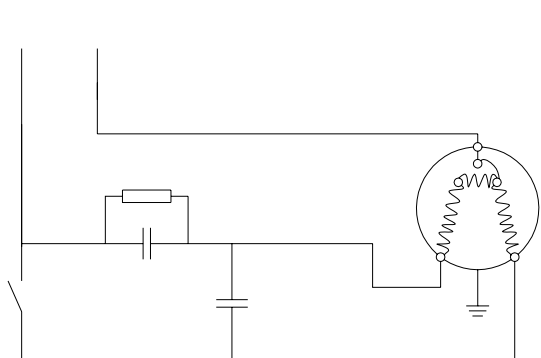

рис.8
- Для вертикальных секций, возможно, понадобится установка U-образных ловушек для масла и сдвоенных вертикальных трубопроводов, которые должны располагаться таким образом, чтобы на каждые 4 метра их длины приходилась одна U-образная масляная ловушка (см. рис. 8, 9, 10). Трубопроводы линии всасывания необходимо теплоизолировать, чтобы свести к минимуму перегрев газа.